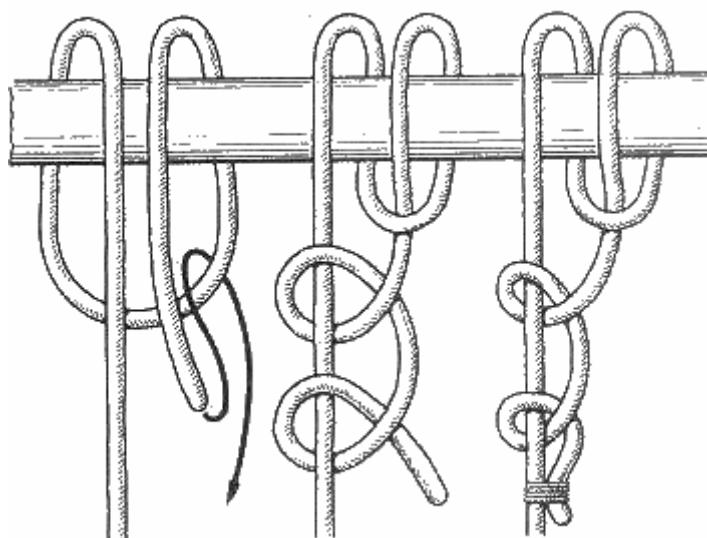

Рис. 16. Обратный штык
**Обратный штык** (рис. 16). При швартовке судов к пристаням и причалам нередко возникает ситуация, когда ходовой конец троса обнести вокруг пала или бревна очень трудно. Иной раз приходится буквально подлезать под причал, чтобы с носа шлюпки или катера продеть конец за бревно или рым. Применяя обратный штык, вы можете обнести трос вокруг нужного предмета один раз и при этом завязать узел с двумя шлагами вокруг предмета, к которому крепите швартов. Для этого ходовой конец троса нужно сложить на длине 2-3 метра вдвое и, петлей вперед пропустив его вокруг предмета, потянуть петлю на себя. Теперь ходовой конец троса нужно продеть в эту петлю, а за коренной конец выбрать слабину и закончить узел двумя полуштыками. Обратный штык удобен для применения в тех случаях, когда доступ к предмету, к которому хотят прикрепить трос, затруднен или неудобен для вязки узла, например к буксирному крюку, у некоторых марок автомобилей.